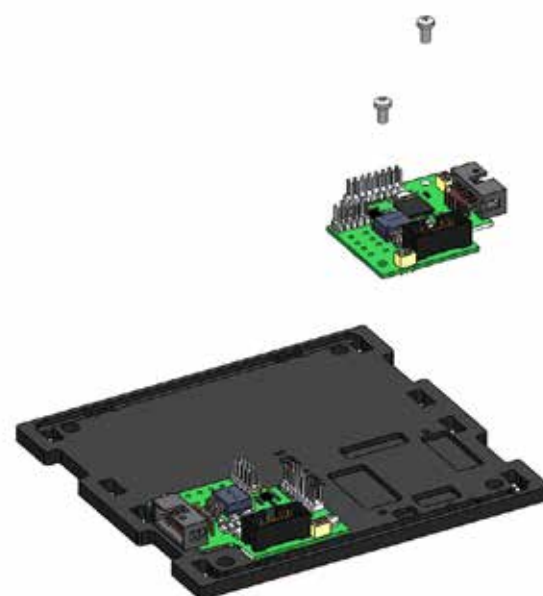

Рисунок 62. Установка платы УДМ на нижнее основание
2) На нижнее основание (обозначено: УДМ 3D ↓) установить вторую плату УДМ, закрепив ее винтами M3x6 с цилиндрической головкой (рисунок 62):